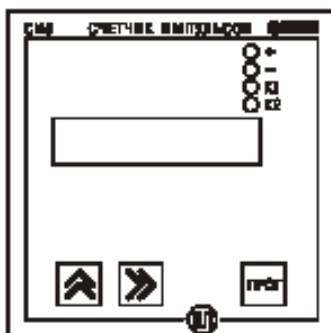

Рис. 1
3.2.3. На рис. 1 приведен внешний вид лицевой панели прибора для корпусов настенного крепления.